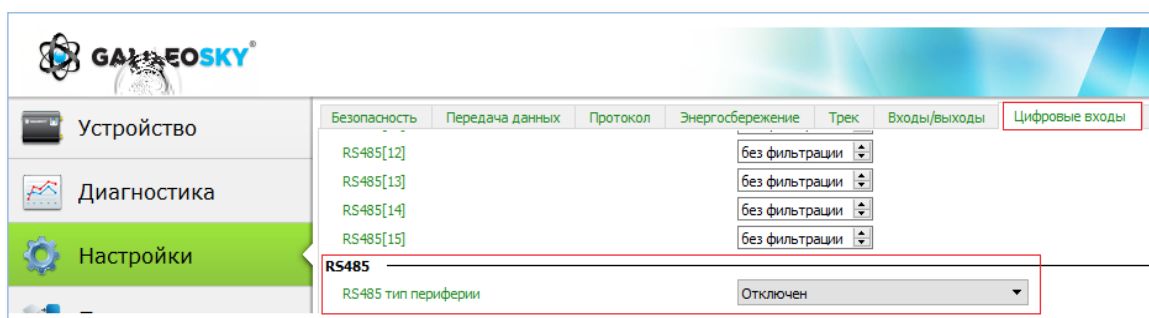

Рисунок 10. Настройка цифрового входа RS485 на работу с монитором Dixell Prime CX и переходником Dixell JX485CX
3. В поле «RS485 Тип периферии» выберите значение «Отключен» (рис.10);